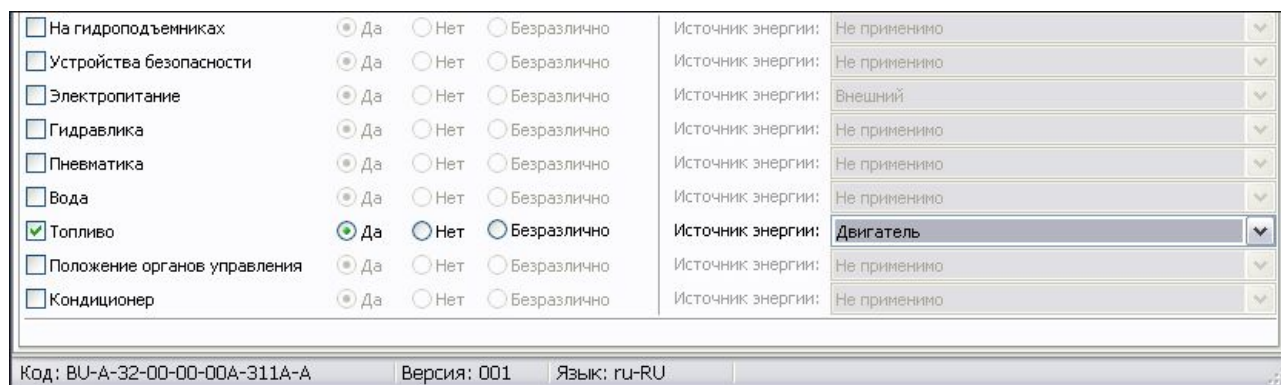

Рис. 5.24
- Для ввода данных, находящихся в нижней части вкладки, поставьте галочку в нужном виде данных и выберите их из выпадающего списка (Рис. 5.24).